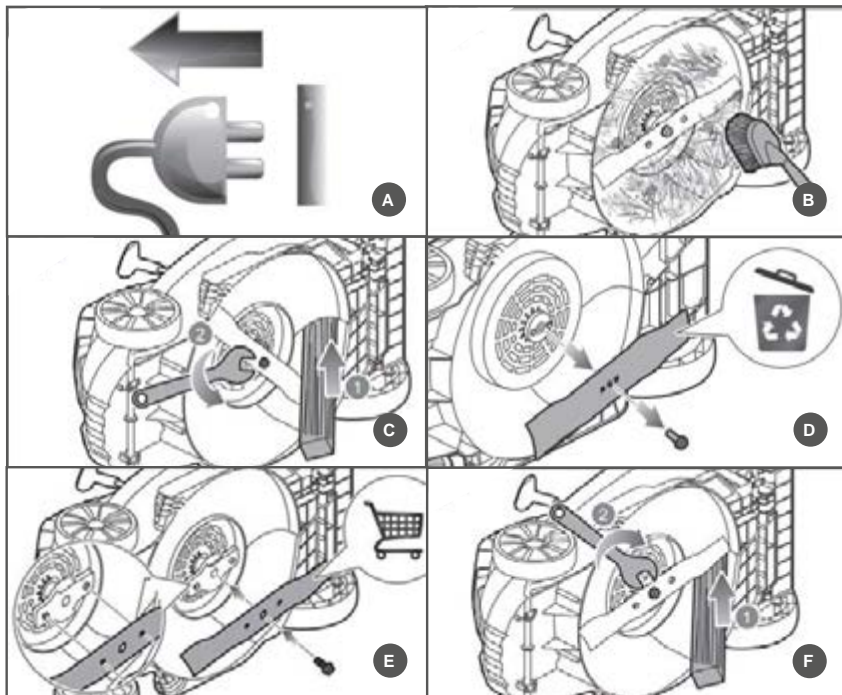

Рис. 17 Замена ножа
2. Возьмите одной рукой нож и крепко держите, или установите деревянный брусок 1 и зафиксируйте нож от проворачивания (Рис. 17).
3. Установите гаечный ключ 2 (в комплектность не входит) и открутите против часовой стрелки болт крепления ножа (Рис. 17).
5. Установите новый нож на адаптер (Рис. 17) так, чтобы:
брусок и зафиксируйте нож от проворачивания (Рис. 17).